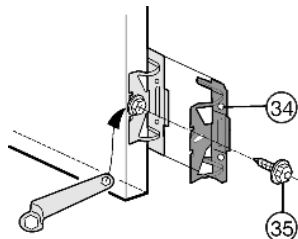

Fig. 13
- ▶ Bevestigingshoekstuk Fig. 13 (34) met een zeskantbout Fig. 13 (35) in de voorgeboorde gaten op de apparaatdeur schroeven.